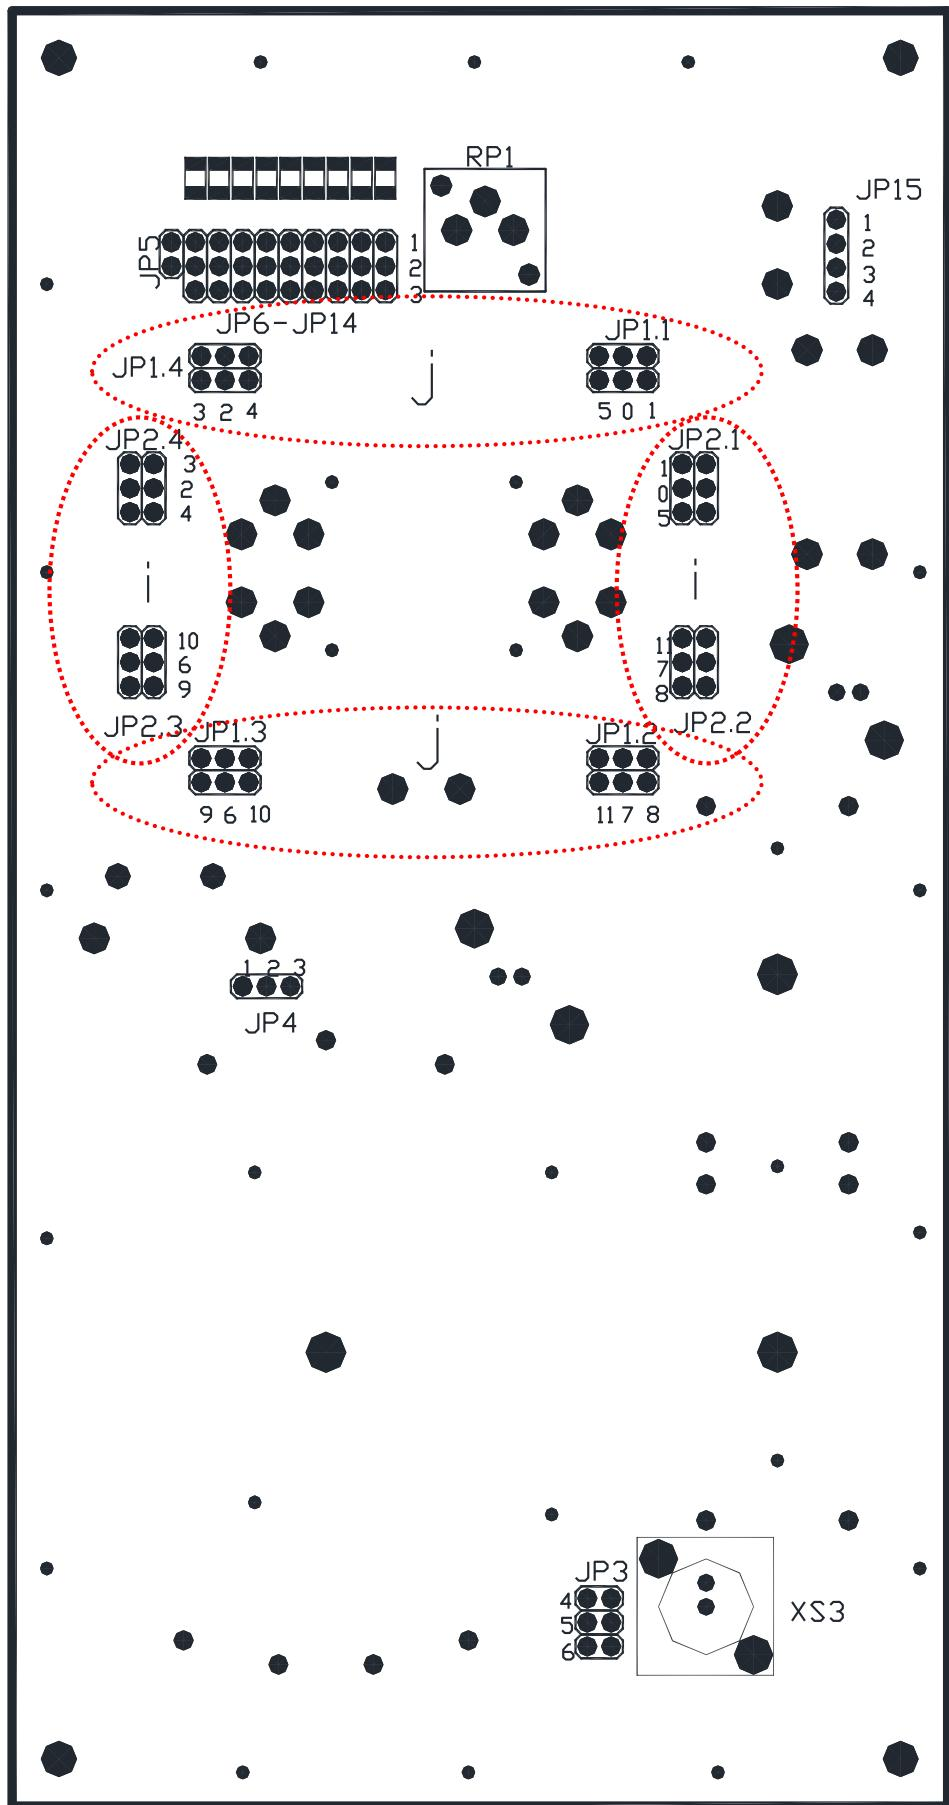

Рисунок 2.1 – Сборочный чертеж БС
2.4.2 Согласовать сопротивление аппаратуры и линии. При отличии измеренного волнового сопротивления линии от 75 Ом (заводская установка) выбрать и установить сопротивление согласующего трансформатора с помощью комбинацией перемычек JP4 и JP3 БС (рисунок 2.1).
2.4.6.1 Необходимо подключить на вход канального фильтра БС (рисунок 2.1) селективный вольтметр, настроенный на частоту передатчика и изменяя параметры комплексного сопротивления добиться минимальных показаний селективного вольтметра. Сначала подстраивается активная составляющая, при этом с помощью перемычки JP15 осуществляется дискретная, а резистором RP1 – плавная подстройка активной составляющей R комплексного сопротивления ДСР.
2.4.6.2 Компенсация реактивной составляющей комплексного сопротивления (рисунок 2.1) осуществляется с помощью перемычек JP1.1, JP1.2, JP1.3, JP1.4, JP2.1, JP2.2, JP2.3, JP2.4 (L значения индуктивностей представлены в таблице 2.8) и JP6 – JP14 (для С таблица 2.9). При изменении значений индуктивностей и емкостей, также добиваемся минимальных показаний селективного вольтметра. После этой операции, опять повторяем подстройку активной составляющей и так до тех пор, пока не добьемся минимальных показаний прибора.